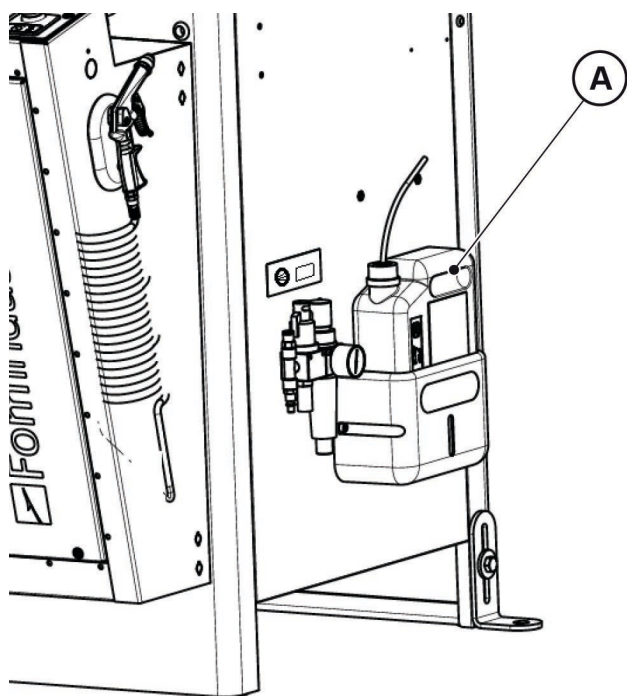

Fig. 09-01
- contrôler le niveau de l'huile de lubrification de la coupe "A" (**Fig. 09-01**)